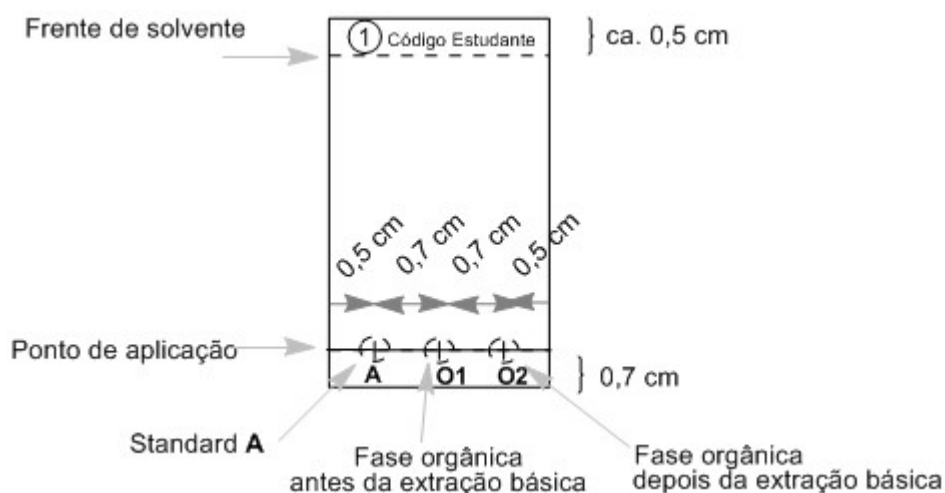

Figura 2. Instruções para preparação da placa de TLC.
- Prepare a placa de TLC. Verifique-a antes de a usar. As placas danificadas podem ser substituídas sem qualquer penalização desde que o solicite antes de iniciar o TLC. Utilize o lápis com leveza para desenhar a linha do ponto de aplicação e marcar as posições para cada amostra. Escreva no topo de placa o número **1** num círculo e o seu código (ver Figura 2). Dissolva a amostra fornecida de 2-acetonafona (frasco etiquetado, **Standard A**) em ca. 2 cm³ de etanol (volume aproximado de 1 pipeta de Pasteur de vidro cheia). Marque as posições das 3 amostras, **A**, **O1**, e **O2** (ver Figura 2). Aplique 1 µL (1 marca no capilar de 5 µL) do standard **A** e da fase orgânica obtida no passo II.3 (**O1**). A amostra **O2** será aplicada mais tarde.